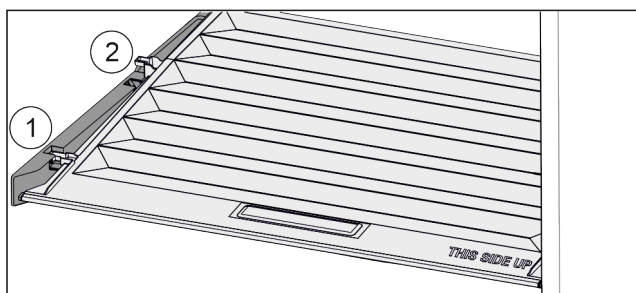

Fig. 128
- Trekk dekelet til åpningen i holdedelene fremover Fig. 128 (1).
- Løft ut nede bak og ta opp og ut Fig. 128 (2).